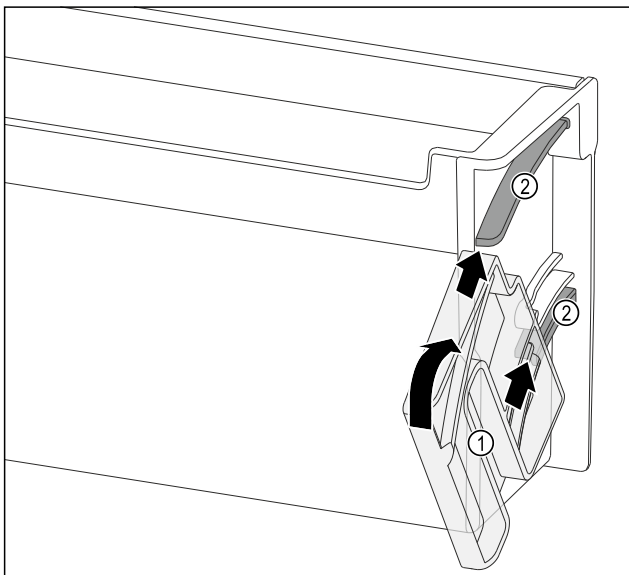

Fig. 121
- ▶ Umiestnite otočnú jednotku Fig. 121 (1) tak, aby sa vybrania nachádzali presne oproti vodiacim kanálom Fig. 121 (2) odkladacieho priestoru vo dverách.
- ▶ Otočte otočnú jednotku Fig. 121 (1) do uvedeného smeru.